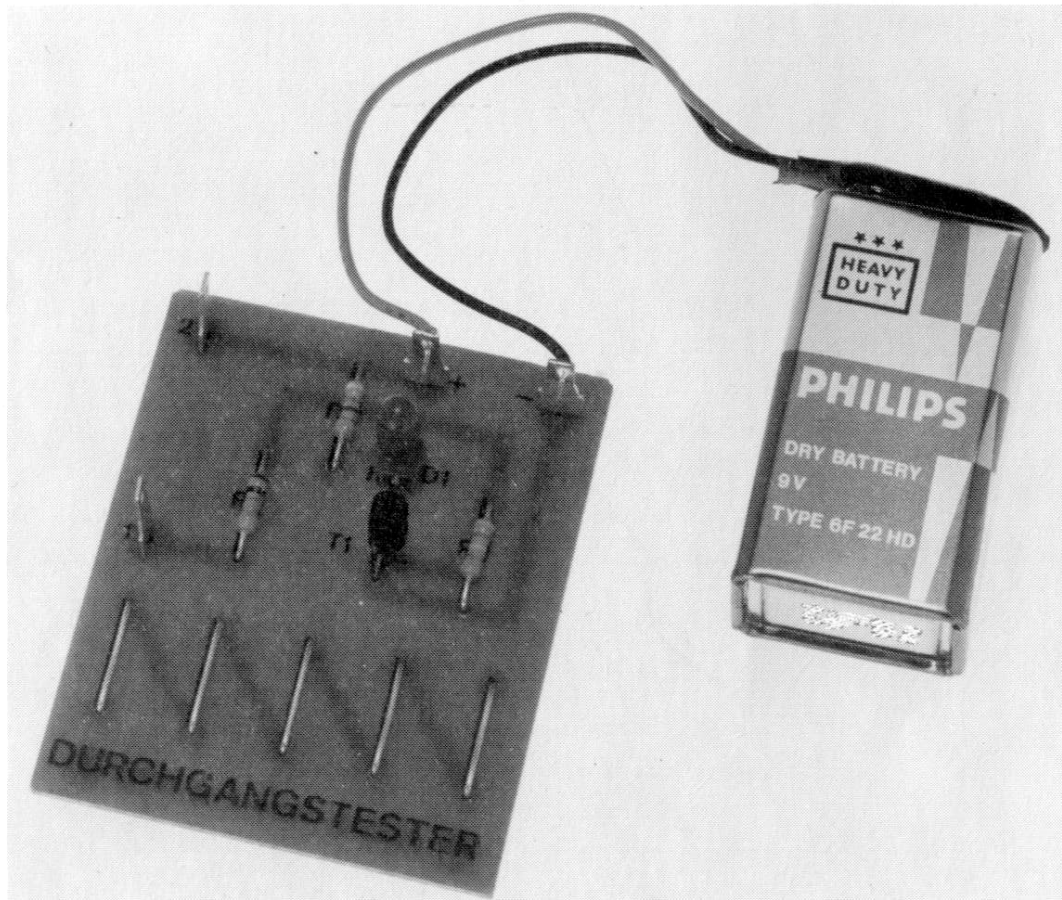

Abb. 38
5. Zur Stromversorgung benötigt man eine 9-V-Batterie (z.B.: Philips 6F22 HD), die über die Batterieanschlußleitung (Abb. 38) mit den Lötösen 3 und 4 verbunden wird. Der rote Draht kommt in die Lötöse 3, der schwarze an 4.